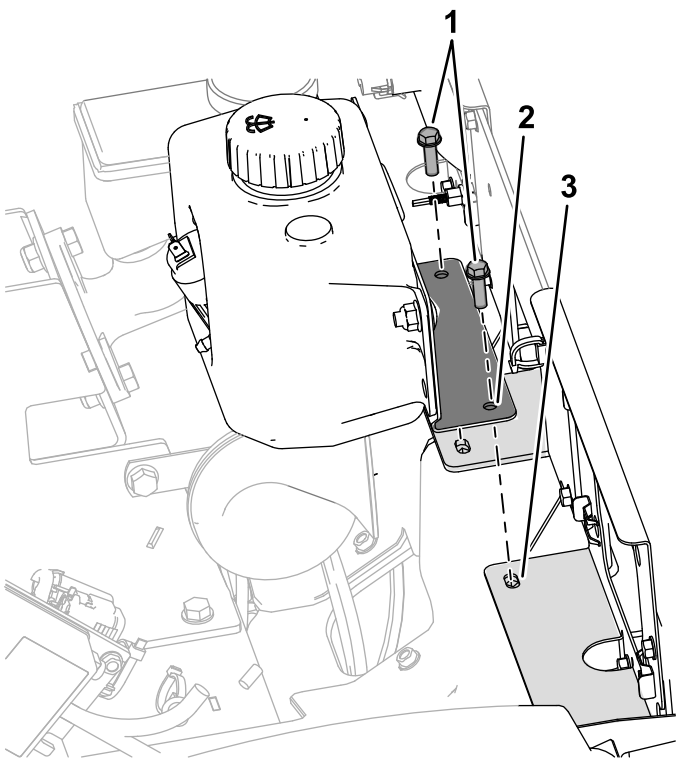

図 37
4. ウォッシャー液タンク用マウント取り付けブラケットの穴を、下側ヘッドライトサポートにあわせる 図 37。
5. 下側ヘッドライトサポートにタンク支持ブラケットを取り付けるステップ 3 で取り外した六角ワッシャヘッドボルト2本 1/4 x 7/8" を使用する 図 37。